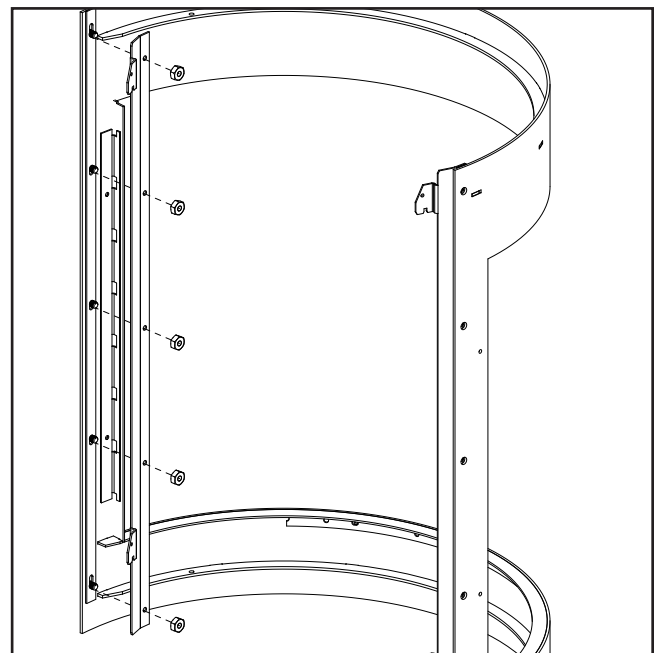

Figure 28: Retrait du crochet du cadre de porte
Les crochets du cadre de porte sont chacun attachés à cinq (5) goujons sur le cadre de la porte principale. Retirez les écrous retenant les crochets et retirez-les du cadre de la porte (voir la Figure 28).